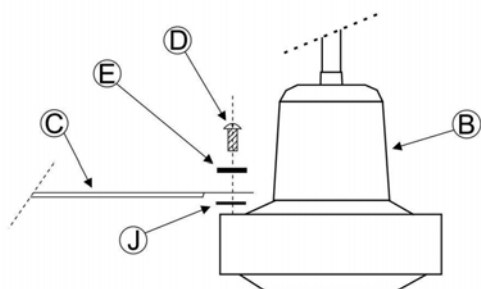

Fig. 5
1. Fixer les pales **(C)** à l'ensemble moteur-support **(B)** avec les vis des fixations des pales **(D)** et les rondelles de sécurité **(E)** sans oublier la protection **(J)** entre les pales et le moteur pour limiter les transmissions de vibrations (**Fig. 5**).